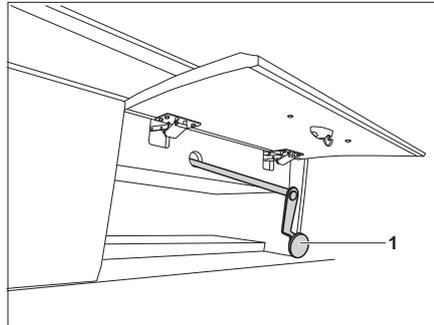

Bild 134 Notbedienung für elektrisches Hubbett
- ▷ Bei Stromausfall kann das elektrische Hubbett auch mit einer Notkurbel (Bild 134) bedient werden. Diese befindet sich hinter einer Staufachklappe.